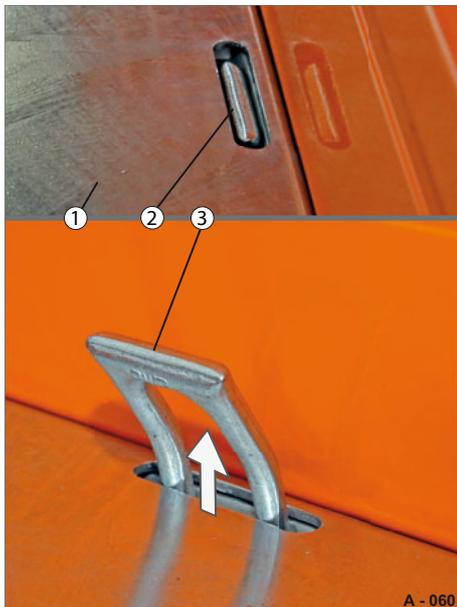

Abb. 67 Zurrpunkte, entlang der Ladefläche
- ▶ Drücken Sie den Zurrbügel (Abb. 67/2) von unten nach oben heraus.